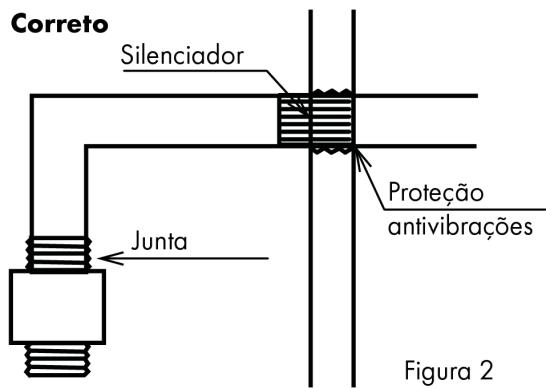

Figura 2
- Instalar o silenciador através da parede que isola o local com ruído dos locais com níveis sonoros mais reduzidos, se o registo corta-fogo assim o permitir (Figura 2).